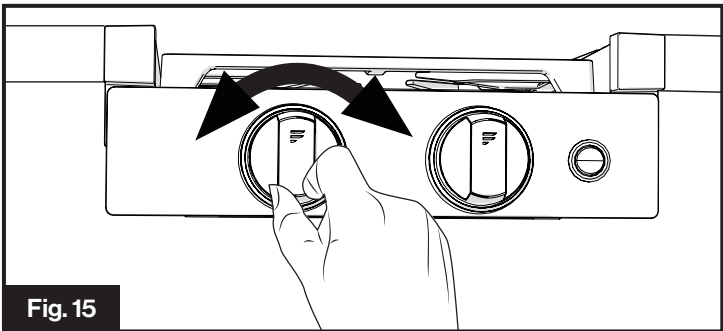

Fig. 15
3. Gire la perilla de control en sentido horario o antihorario para ajustar la llama al nivel deseado. (Fig. 15) Consulte la sección "**Llama del quemador**" para ver la llama adecuada.